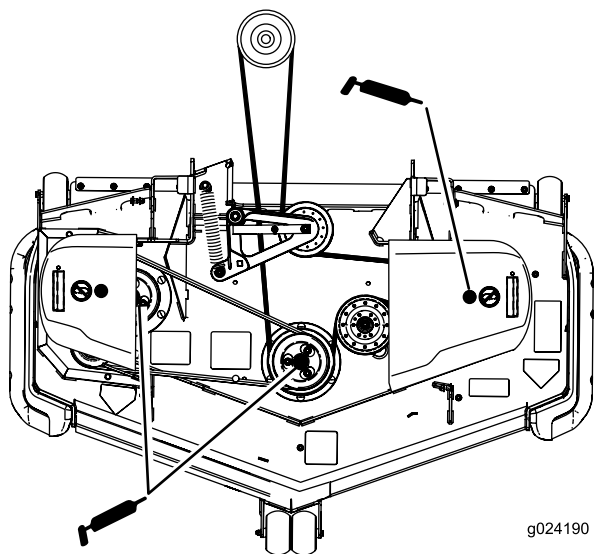

Bild 39
5. Fetten Sie den Drehzapfen der Mähwerkspannscheibe ein, bis Fett unten austritt (Bild 39).
6. Fetten Sie die drei Spindellager ein, bis das Fett aus den unteren Dichtungen austritt (Bild 39).
8. Fetten Sie den Spannarm des Treibriemens ein (Bild 39).